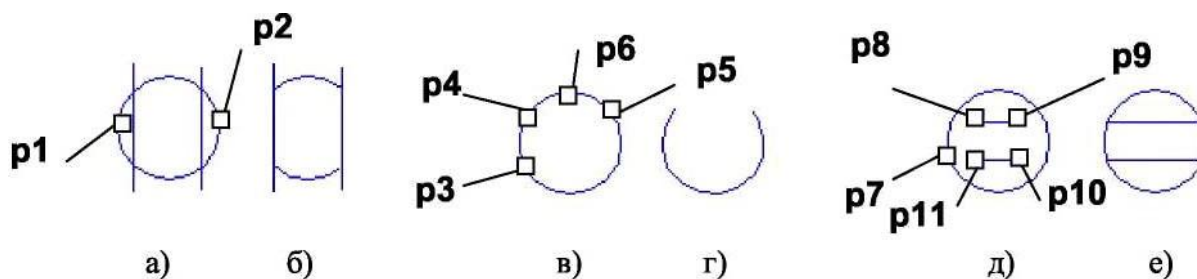

Рис. 4.10. - Примеры удаления фрагментов объектов
3. Указать точки **p1** и **p2**, находящиеся на оси отражения (рис. 4.10 б).
**Усечь кривую.** Команда удаляет часть указанного объекта, ограниченную точками пересечения его с другими объектами. По умолчанию удаляется участок, который указан курсором. При этом на **Панели свойств** активен переключатель - **Удалить указанный участок**. Если же требуется удалить участки, внешние по отношению к указанному, нужно использовать переключатель - **Оставить указанный участок**. На рис. 4.10 а, б после указания точек **p1** и **p2** удаляются соответствующие дуги окружностей.
**Усечь кривую двумя точками.** Команда удаляет часть объекта, ограниченную двумя произвольно заданными точками. Команда удобна в тех случаях, когда редактируемый объект имеет много пересечений с другими объектами. В команде необходимо указать редактируемый объект (точку **p3**), а затем задать на нем две точки (**p4** и **p5**), определяющие нужный участок. Он будет удален или оставлен в соответствии с установками переключателей. На рис. 4.10 в отражен порядок указания точек **p3**, **p4**, **p5** и **p6** на окружности для получения изображения, представленного на рис. 4.10 г.
**Выровнять по границе.** Команда осуществляет продление объектов до границы выравнивания или усечения по ней. Необходимо вначале указать объект - границу, а затем постепенно по одному объекту из тех, которые надо выровнять. Выравнивание объекта осуществляется со стороны указания его. Чтобы перейти к выравниванию по другой границе, используйте кнопку - **Указать заново** на панели **Специального управления**. На рис. 4.10 д показана последовательность указания точек **p7**, **p8**, **p9**, **p10** и **p11** на окружностях и отрезках для получения изображения, представленного на рис. 4.10 е.